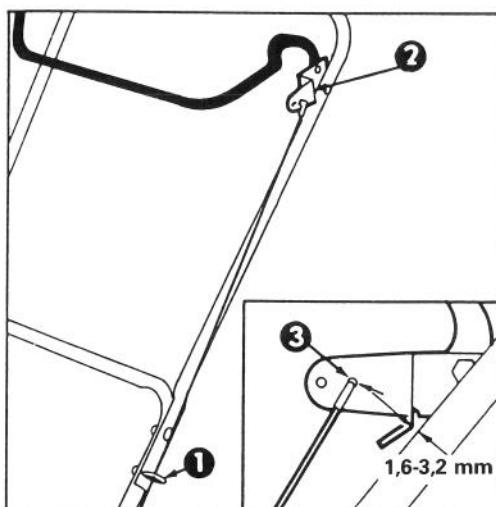

Fig. 9
REGOLAZIONE DELLA LEVA DI COMANDO (Fig. 9 e 10)
2. CONTROLLO DELLA REGOLAZIONE (Fig. 9) — Spostate la barra di comando all'indietro verso la stegola fino a che il cavo sia ben teso. La distanza fra la squadretta della leva di comando e la stegola deve essere di circa 1,6-3,2 mm. Se il cavo è troppo lasco o troppo teso, eseguite le istruzioni elencate al punto 3 per regolarlo.